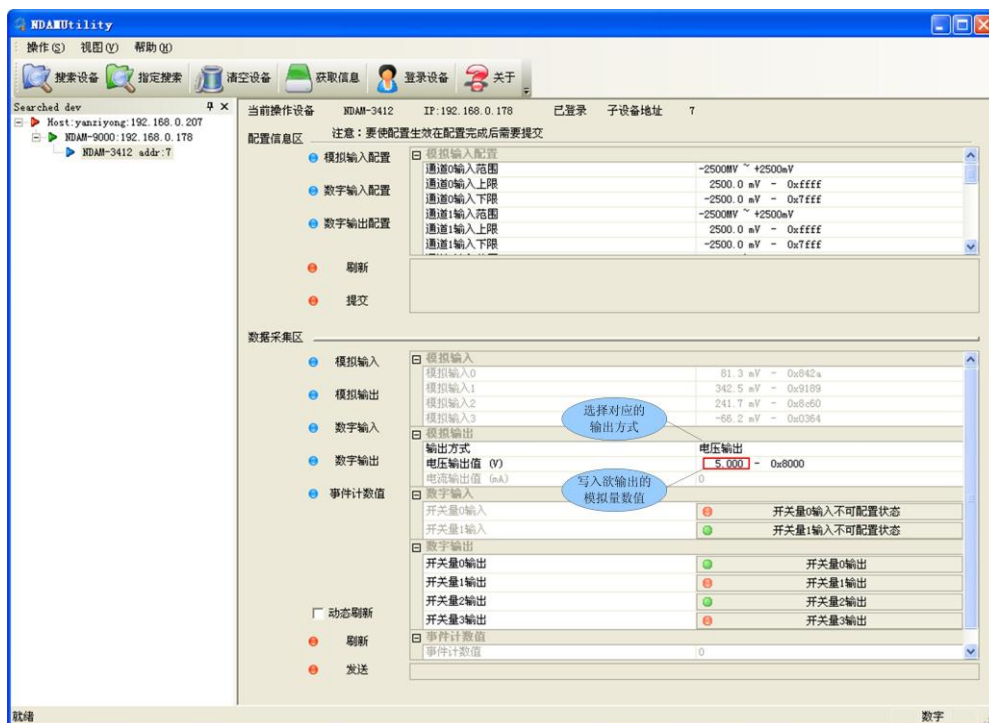

图 4.7 模拟量输出操作
- 6) NDAM-3412 模块具有 1 路模拟量输出通道，可以通过该软件进行设置，选择为电压输出或电流输出方式。在测试软件数据采集区中的模拟输出位置，选择相应的激励输出方式，在对应的输出值位置写入要输出的模拟量数值，即可完成激励源的输出，如图 4.7 所示。